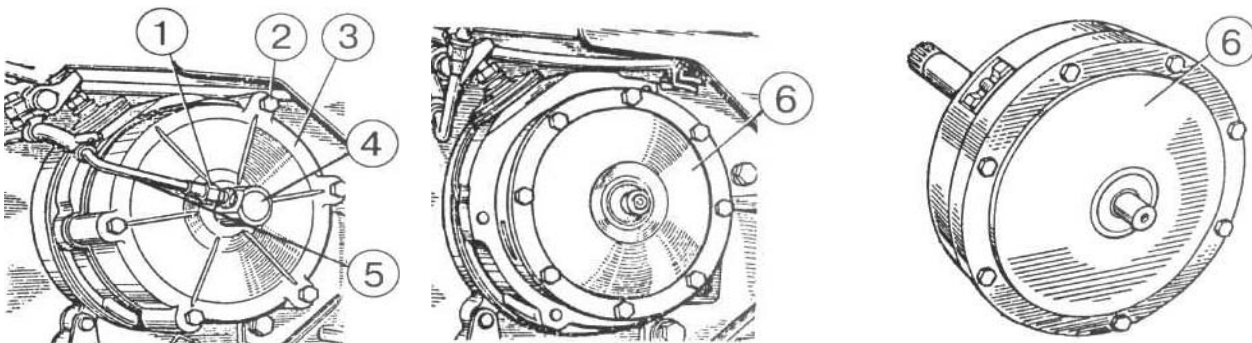

Рисунок 4.99
- а) отверните накидную гайку 1 маслопровода 5 (рисунок 4.99);